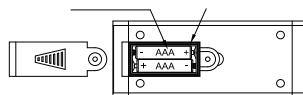

Рисунок 3
- Вставьте две батареи типа AAA, как показано на рис. 3, убедитесь, что уплотнительная прокладка установлена в паз, установите крышку батарейного отсека и затяните стопорный винт.